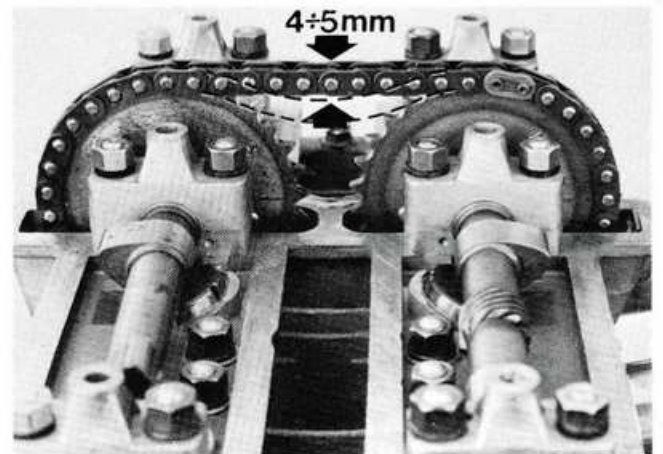

Fig. 35
**ATTENZIONE** - La maglia di giunzione della catena di distribuzione deve presentare il suo lato aperto sulla parte destra. Regolare la tensione della catena con il tenditore finché presenta una escursione totale di 10 mm (5 sopra e 5 sotto la linea orizzontale, tra gli ingranaggi degli alberi a camme, Fig. 35). Rimontare il coperchio camme serrando i bulloni a 8-12 Nm. Provare il motore.
**WARNING** - The cam chain link should face forwards - its open end to the right when viewed from the left. Adjust the cam chain tension via its adjuster until there is a total movement of 10 mm (5 mm above and below a horizontal line), between the camshaft sprockets (Fig. 35).